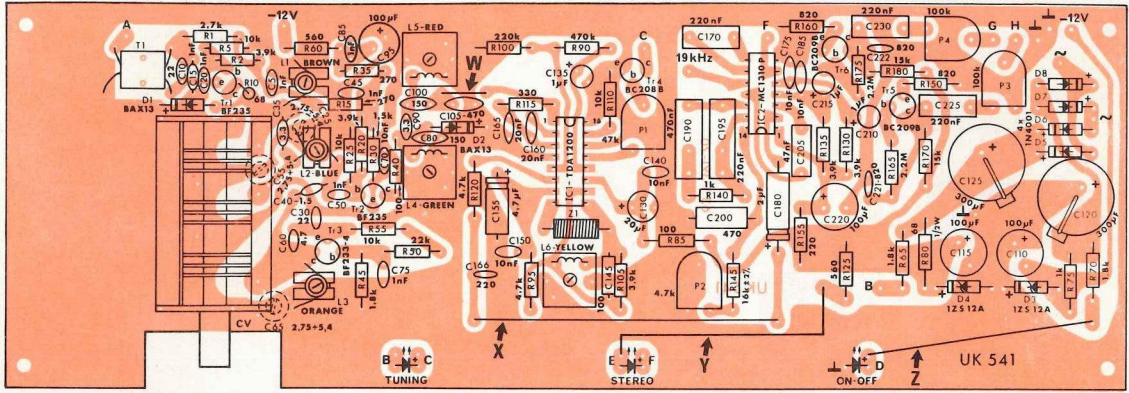

Fig. 2
Si possono vedere in fig. 2 le due facce del circuito stampato sovrapposte: il lato componenti dove sono stampigliate le disposizioni dei vari elementi circuitali, ed il lato rame dove si nota il profilo in trasparenza delle piste conduttrici in rame.
### Prima fase: montaggio dei componenti sul circuito stampato (Fig. 2).
### Seconda fase: completamento del circuito stampato (Fig. 2 e 3).
□ Montare, come indicato in fig. 2 il condensatore variabile di accordo CV, facendo attenzione a non danneggiarne le armature.